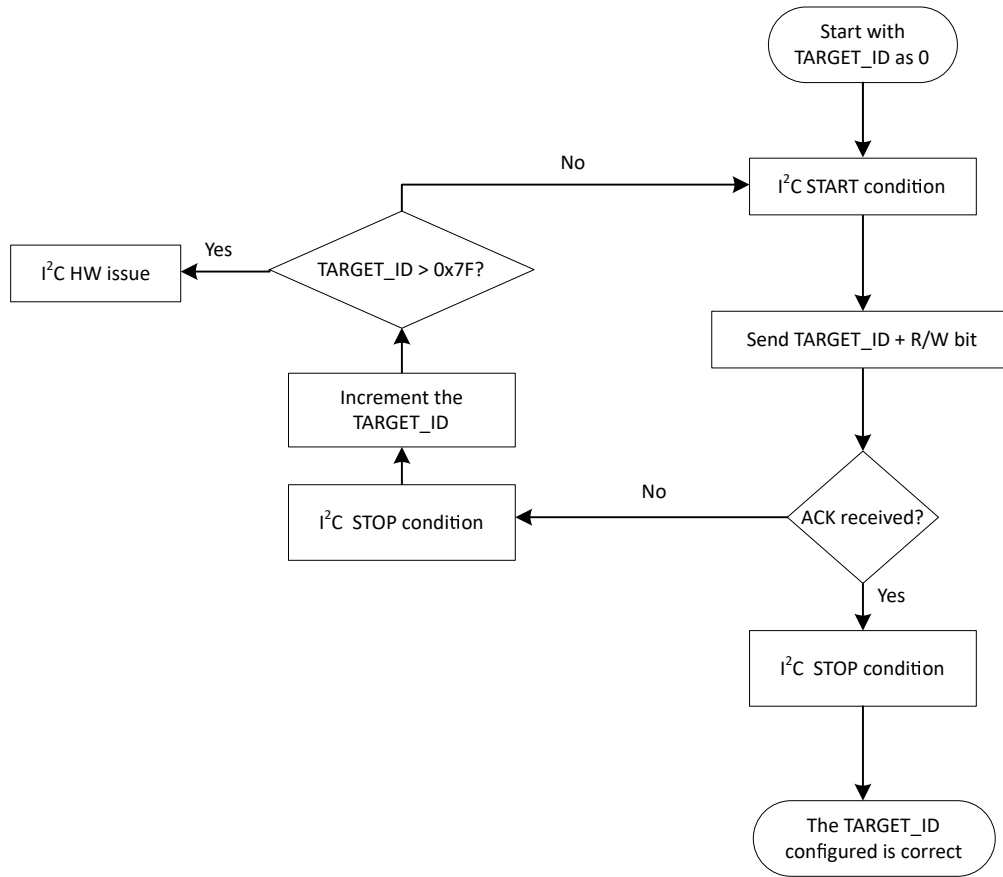

图 2-1. TARGET\_ID 检测流程图
2. **TARGET\_ID 检测**：如果主器件无法与默认或预编程的 TARGET\_ID 通信，则可以执行搜索来查找 TARGET\_ID。图 2-1 说明了 TARGET\_ID 检测步骤。